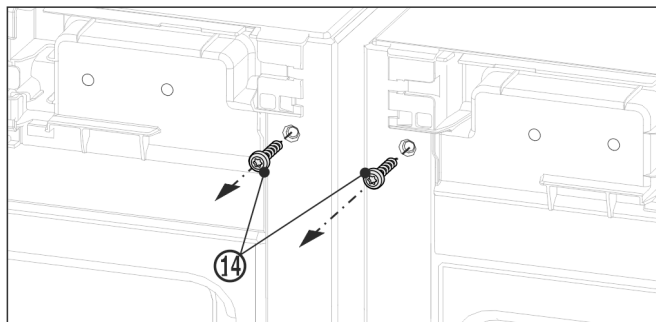

Fig. 11
- ▶ Преди монтажа на горния ъгъл развийте двата заземителни винта Fig. 11 (14).